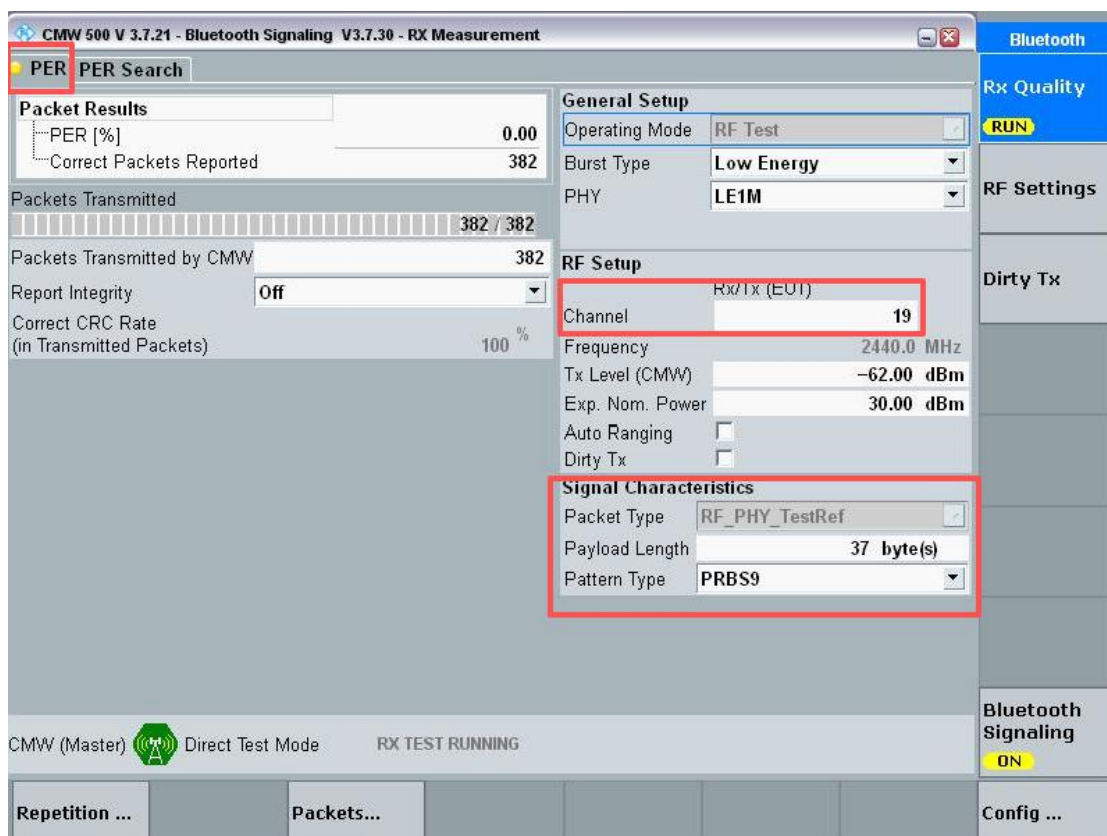

图 5-4
- 3) 选择左上方的【BER】/【PER】（ BT 测试对应 BER ， BLE 测试对应 PER）并设置好所需要测试的通道和包类包长等，点击【ON/OFF】打开 Rx Quality ，BT RX 测试配置界面如错误!未找到引用源。 ， BLE RX测试配置界面如图 5-4；